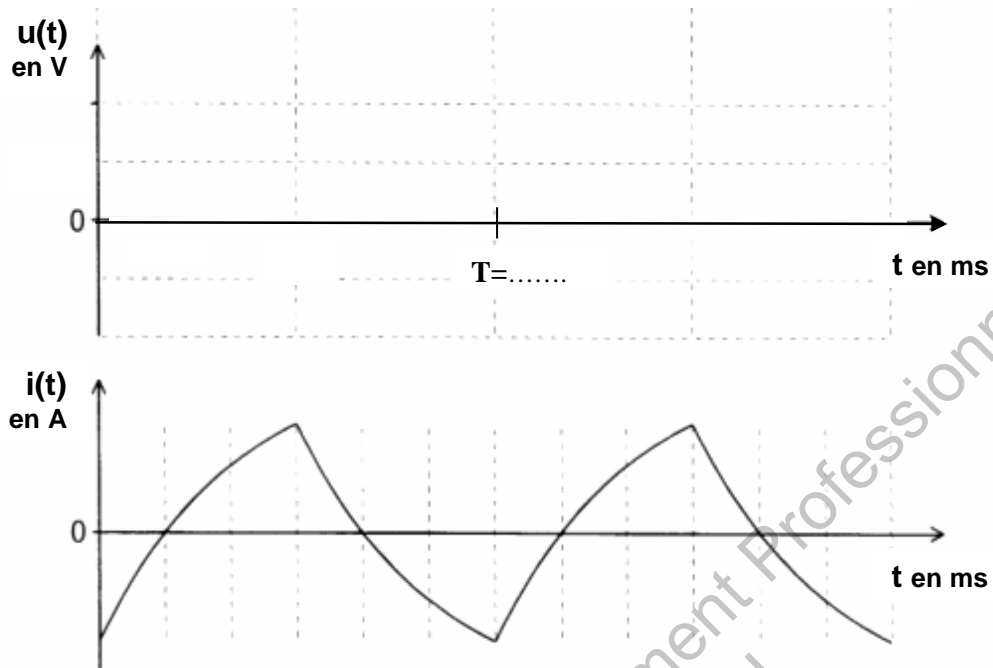

Figure 5 : Onduleur
- 3) Représenter l'évolution de la tension $u(t)$ sur la **Figure 5** du **Document réponse N°3 (page 8/8)**. Graduer les deux axes.
- 4) L'allure de l'intensité i du courant est représentée sur la **Figure 5** du **Document réponse N°3**.